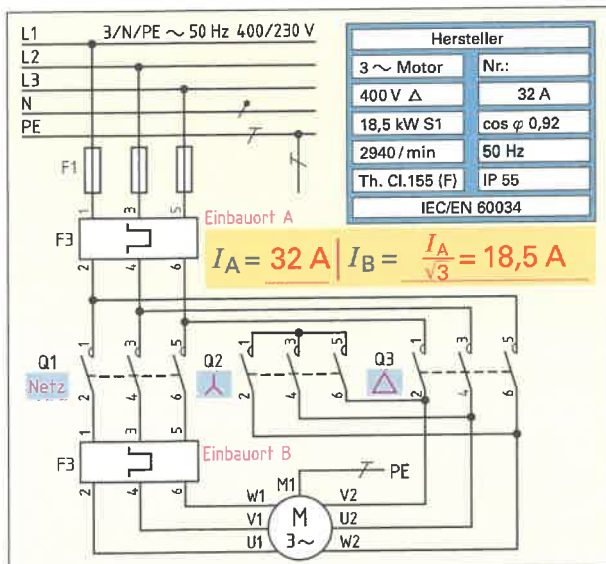
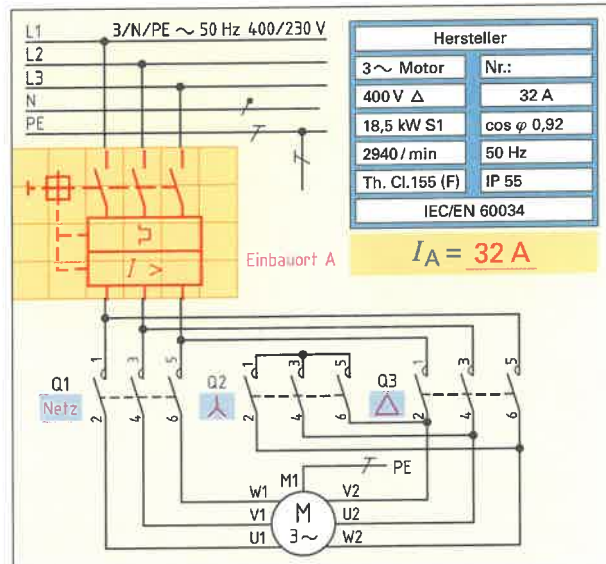

Bild 2: Motor mit thermischem Überlastrelais
Bild 3: Motor mit Motorschutzschalter
- Auf welche Ströme  $I_A$  bzw.  $I_B$  muss das thermische Überlastrelais F3 am Einbaort A, bzw. am Einbaort B (**Bild 2**) eingestellt werden?
- Ergänzen Sie **Bild 3** so, dass anstelle des thermischen Überlastrelais (**Bild 2**) ein Motorschutzschalter verwendet wird. Auf welchen Strom  $I_A$  wird der Motorschutzschalter eingestellt?